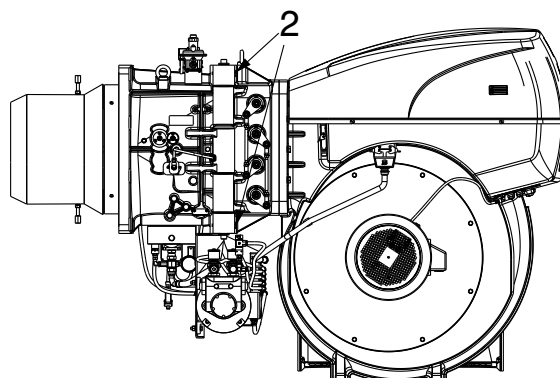

Fig. 45
- Desconectar la toma 1)(Fig. 45) del servomotor aceite/gas.